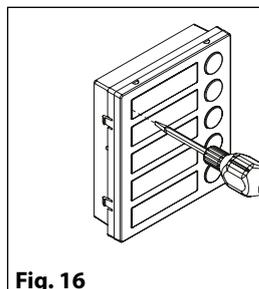

Fig. 16
- Inserire il cacciavite (lato piatto della lama) nell'apposita fessura del porta cartellino come mostrato in Fig. 16;